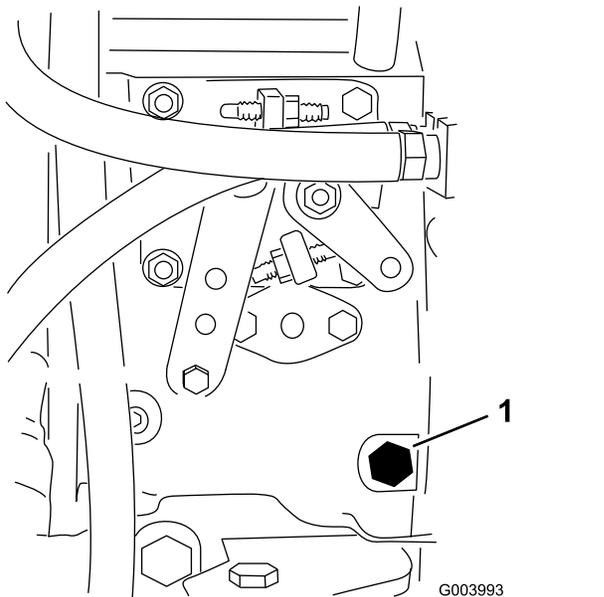

Bild 30
3. Öffnen Sie die Entlüftungsschraube an der Kraftstoffeinspritzpumpe (Bild 30) mit einem 12-mm-Schraubenschlüssel.